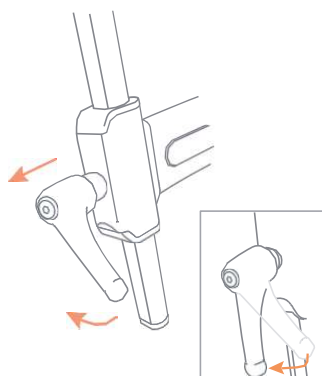

Figura 24: Colocar el maneta de ajuste en la posición correcta.
- i. Coloque las manetas de ajuste verticalmente para que apunten hacia abajo. Para ello, tire suavemente de la maneta de ajuste hacia afuera y gírela a la posición correcta **(Figura 24)**.